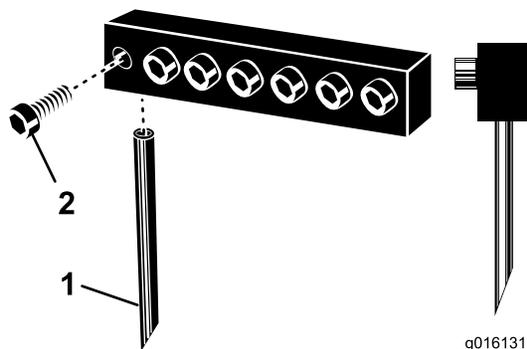

Figura 27
3. Allentate le caviglie e rimuovete le fustelle usate in precedenza (Figura 27).
Nota: Le fustelle cave devono essere posizionate con la sfinestratura di uscita verso la parte posteriore dell'arieggiatore mentre le fustelle piene hanno la parte angolata della punta rivolta verso la macchina (Figura 27).